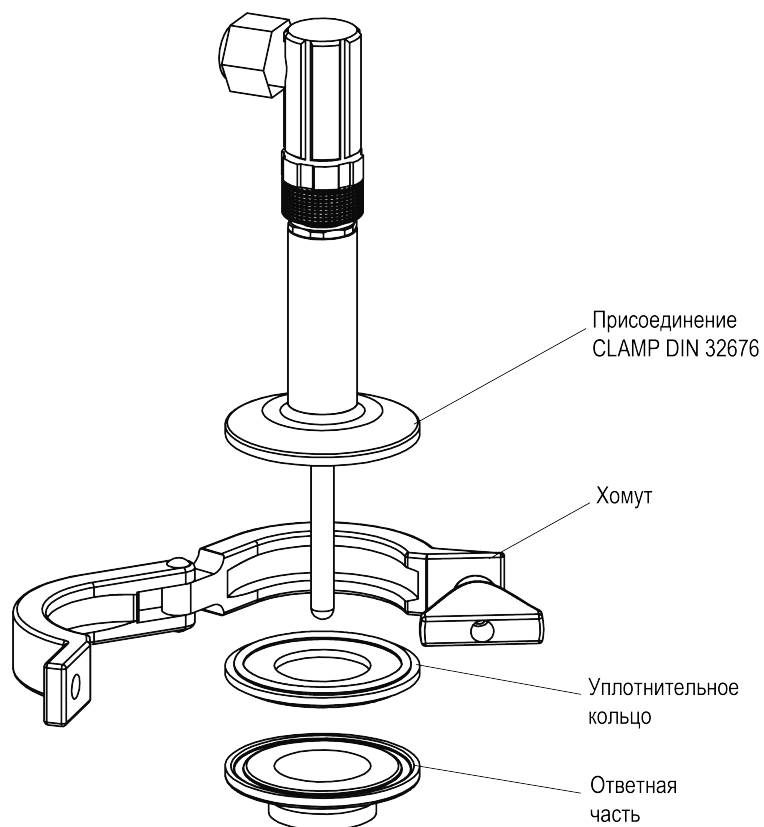

Рисунок 5.6 – Монтаж датчика с присоединением Clamp DIN 32676
3. Прижать датчик хомутом (см. рисунок 5.6).